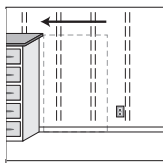

Figura 2
**ADVERTENCIA:** Utilice siempre los postes del tabique y fije cada correa a un poste distinto. Centre el mueble lo más cerca posible de los postes del tabique (Figura 2).
- Aleje el mueble del tabique de manera a tener lugar suficiente para trabajar (Figura 2).